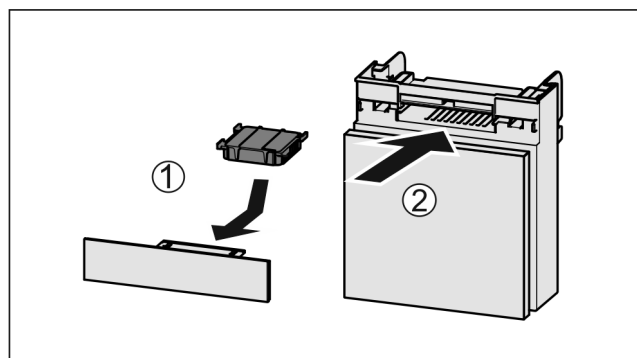

Fig. 162
- ▶ Anbring aktivkulfilteret som vis på billedet Fig. 162 (1).
- ▶ Skub rummet ind Fig. 162 (2).